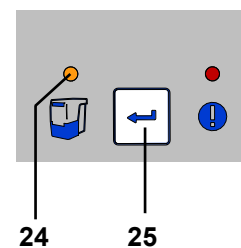

рис. 11
- ◆ Индикатор «Контейнер для сбора пыли» (24) гаснет.
**В случае если контейнер для сбора пыли не был опорожнён, индикатор «Контейнер для сбора пыли» (24, рис. 11) продолжает светиться дальше. После выключения / включения прибора 3-х разовый звуковой сигнал вновь напоминает о необходимости опорожнить контейнер для сбора пыли.**